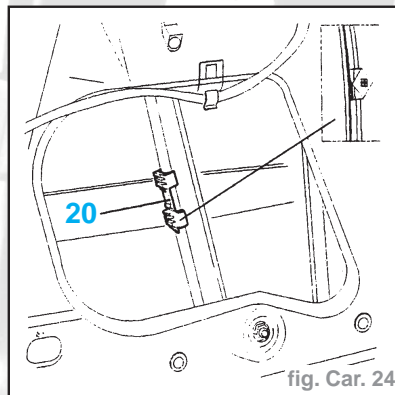

fig. Car. 24
- Déposer l'agrafe de maintien de vitre (20) en la faisant pivoter d'un quart de tour (fig. Car. 24).